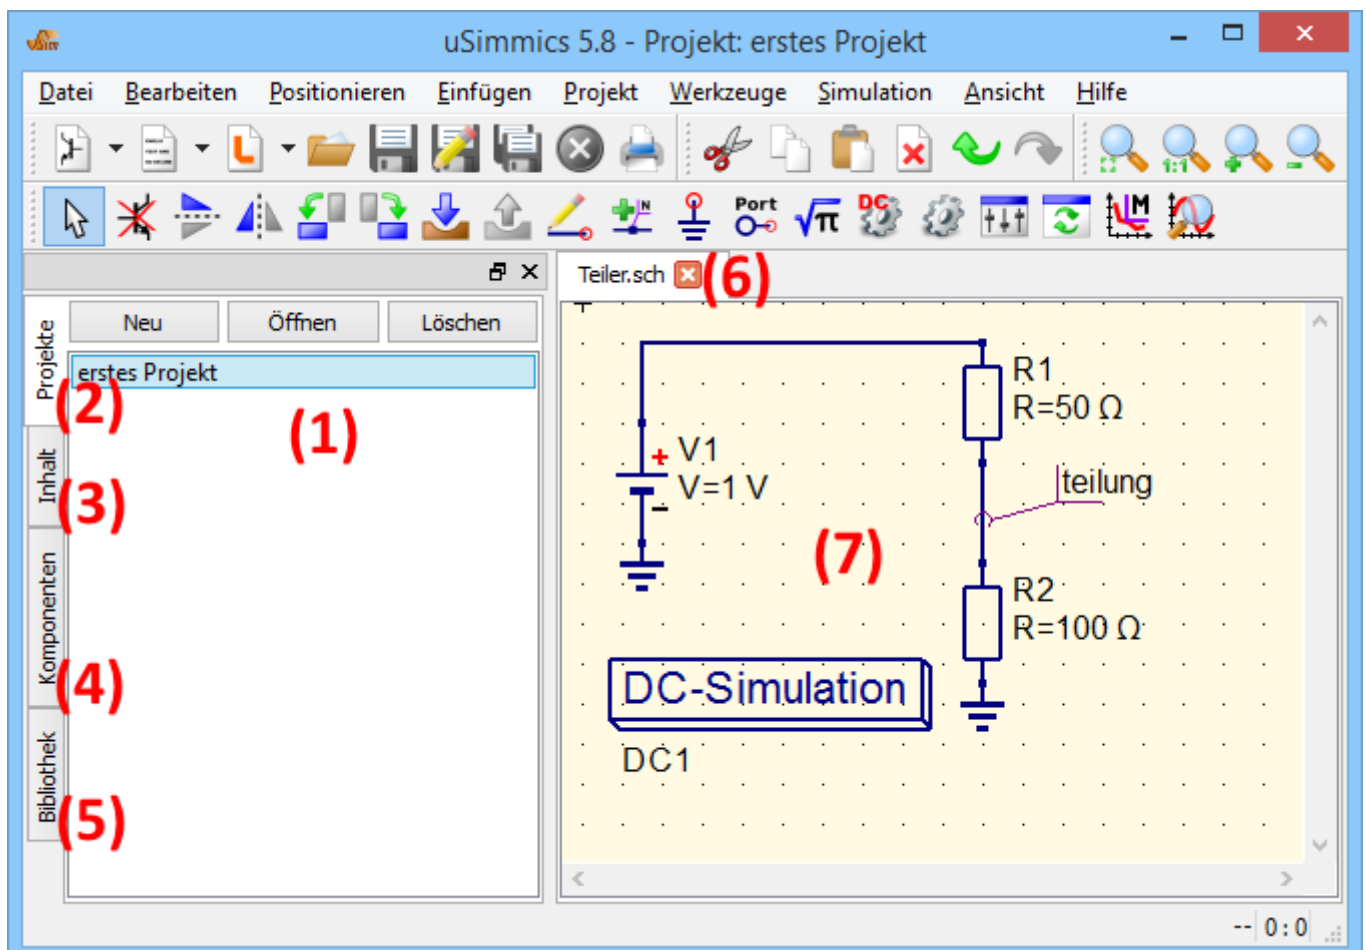

Bild 1 - Hauptfenster
Nachdem die Applikation gestartet wurde, sieht man das Hauptfenster, ähnlich wie das in Bild 1. Auf der rechten Seite ist die Arbeitsfläche (7), welche die Schaltungen, Datenanzeigen usw. enthält. Mit Hilfe des Tab-Balkens (6) darüber, kann man schnell zwischen allen geöffneten Dokumenten hin und her schalten. Auf der linken Seite des Hauptfensters befindet sich eine weitere Fläche (1), dessen Inhalt vom Status des links davon liegenden Tab-Balkens abhängt: "Projekte" (2), "Inhalt" (3), "Komponenten" (4) und "Bibliothek" (5). Nach dem Programmstart ist der "Projekte"-Tab aktiviert. Da dies der erste Programmstart war, ist die Fläche leer, denn es existiert noch kein Projekt. Drücken Sie den "Neu"-Knopf direkt über der Fläche (1) und ein Dialog öffnet sich. Geben Sie den Namen Ihres ersten Projektes ein, z.B. "erstesProjekt" und drücken Sie "Ok". Das Programm erzeugt ein Projekt-Verzeichnis im .qucs Verzeichnis, in diesem Beispiel "erstesProjekt_prj". Jede Datei, die zu diesem Projekt gehört, wird in dieses Verzeichnis gespeichert. Das neu erzeugte Projekt wird auch gleich geöffnet (wie man in der Titelleiste des Fensters sehen kann) und der Tab-Balken wechselt zu "Inhalt" (3), wo der Inhalt des momentan geöffneten Projektes angezeigt wird. Zur Zeit existiert noch kein Dokument, also drücken Sie den Speichern-Knopf in der Werkzeugleiste (oder verwenden Sie das Hauptmenü: Datei→Speichern), um das unbenannte Dokument zu speichern, das sich bereits in der Arbeitsfläche (7) befindet. Sie werden nach den Namen des neuen Dokumentes gefragt. Geben Sie "Teiler" ein und drücken Sie den "Ok"-Knopf.
Jetzt soll eine einfache DC-Simulation durchgeführt werden, d.h. die Schaltung in Bild 1 soll analysiert werden. Aktivieren Sie den "Komponenten"-Tab (4) in Bild 1). Dort sehen Sie oben einen Auswahl-Kasten, wo eine Komponenten-Gruppe gewählt werden kann. Gleich darunter befinden sich die Komponenten der ausgewählten Gruppe. Wählen Sie "konzentrierte Komponenten" und drücken Sie auf das erste Symbol: "Widerstand". Wenn Sie nun den Mauszeiger in die Arbeitsfläche (7) bewegen, führen Sie die Skizze eines Widerstandes mit sich. Drücken der rechten Maustaste dreht dieses Symbol; das Drücken der linken Maustaste fügt den Widerstand in die Schaltung ein. Wiederholen Sie diesen Prozess für alle Komponenten aus Bild 1. Die Spannungsquelle findet man in der Komponentenklasse "Quellen", das Masse-Symbol kann aus der Komponentenklasse "konzentrierte Komponenten" oder aus der Werkzeugleiste entnommen werden, die gewünschte Simulation wird durch den großen Simulationsblock definiert, der sich in der Komponentenklasse "Simulationen" befindet. Um die Parameter des zweiten Widerstandes zu verändern, doppelt-drücken Sie auf sein Symbol. Ein Dialog öffnet sich, wo der Widerstandswert editiert werden kann. Ändern Sie "50 Ohm" nach "100 Ohm" im Editierfeld auf der rechten Seite, drücken Sie die Eingabetaste und schließen Sie den Dialog durch Drücken auf den "Ok"-Knopf.
Zum Schluß muß der Knoten oder Draht benannt werden, wo die Spannung berechnen werden soll. Drücken Sie hierzu auf den Werkzeugleisten-Knopf "Draht-Bezeichnung" (oder benutzen Sie das Menü: Einfügen→Draht-Bezeichnung). Anschließend drücken Sie auf den gewünschten Draht. Ein Dialog öffnet sich und Sie können den Knoten-Namen eingeben. Geben Sie "Teilung" ein und drücken Sie den "Ok"-Knopf. Jetzt sollte die Schaltung so aussehen, wie in Bild 1.